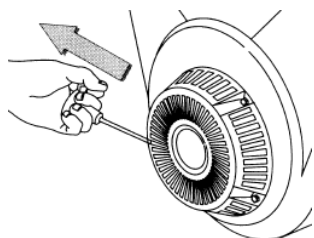

Рис. 2
- Плавно вытянуть до упора трос ручного стартера за ручку и вернуть в исходное положение (см. также рис. 2).
- При ручном пуске придерживая генератор за раму, резко с интенсивным усилием вытянуть трос стартера до упора (рис. 2), повторив действие несколько раз при необходимости.